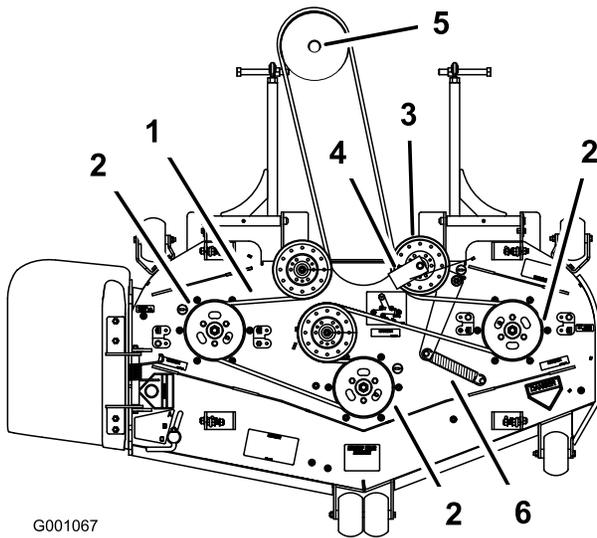

Figura 66
6. Pase la correa nueva alrededor de las poleas del cortacésped y de la polea de la caja de engranajes, debajo del motor (Figura 66).
7. Instale la guía de la correa en la polea tensora a resorte con un ángulo de 45 grados, según se muestra en Figura 66. Apriete el perno a 27–33 pies-libra (37–45 N·m).
8. Instale el muelle tensor en los dos postes (Figura 66).